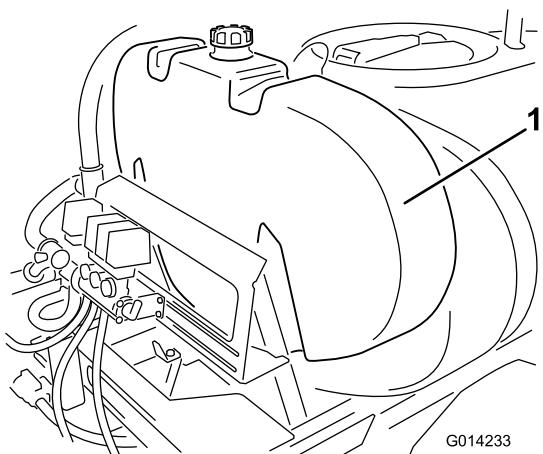

Figura 9
1. Montate il serbatoio di lavaggio come illustrato in Figura 9.